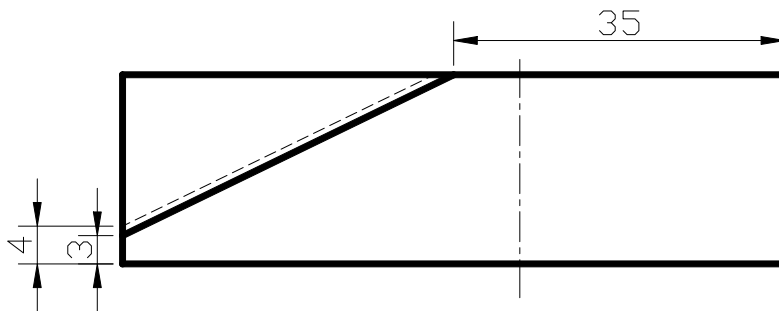

图 1-6
5、加工方头端面并保证该端面和 1、2、3、4 端面相互垂直，然后按照图纸尺寸要求进行划线，如下图 1-6 所示。